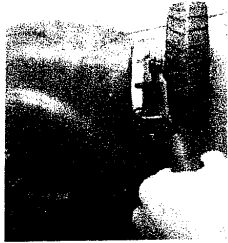

Fig. 9
3. Pour modifier la hauteur de coupe, tordez le levier de réglage en direction de la roue, puis levez-le ou abaissez-le à la hauteur souhaitée. (Fig.9). Toutes les roues doivent être réglées à la même hauteur de coupe.